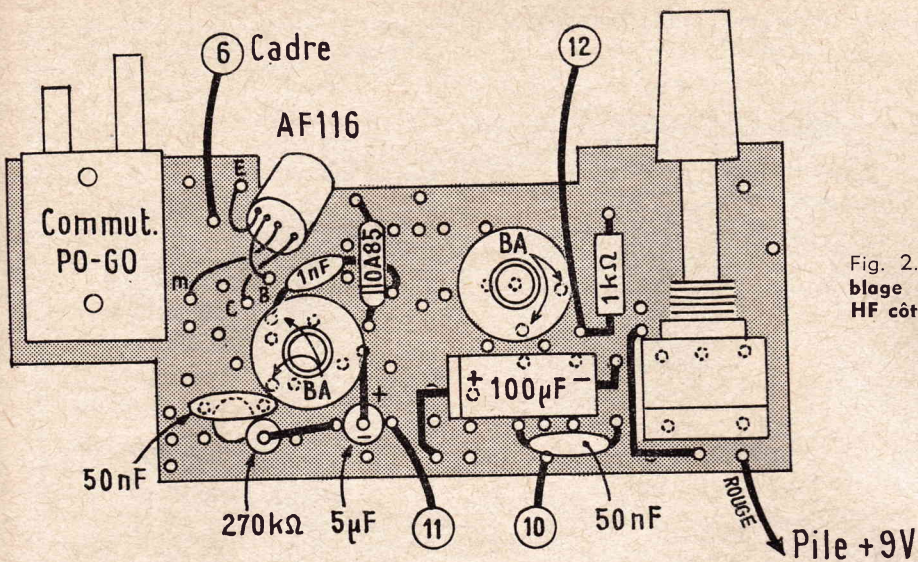
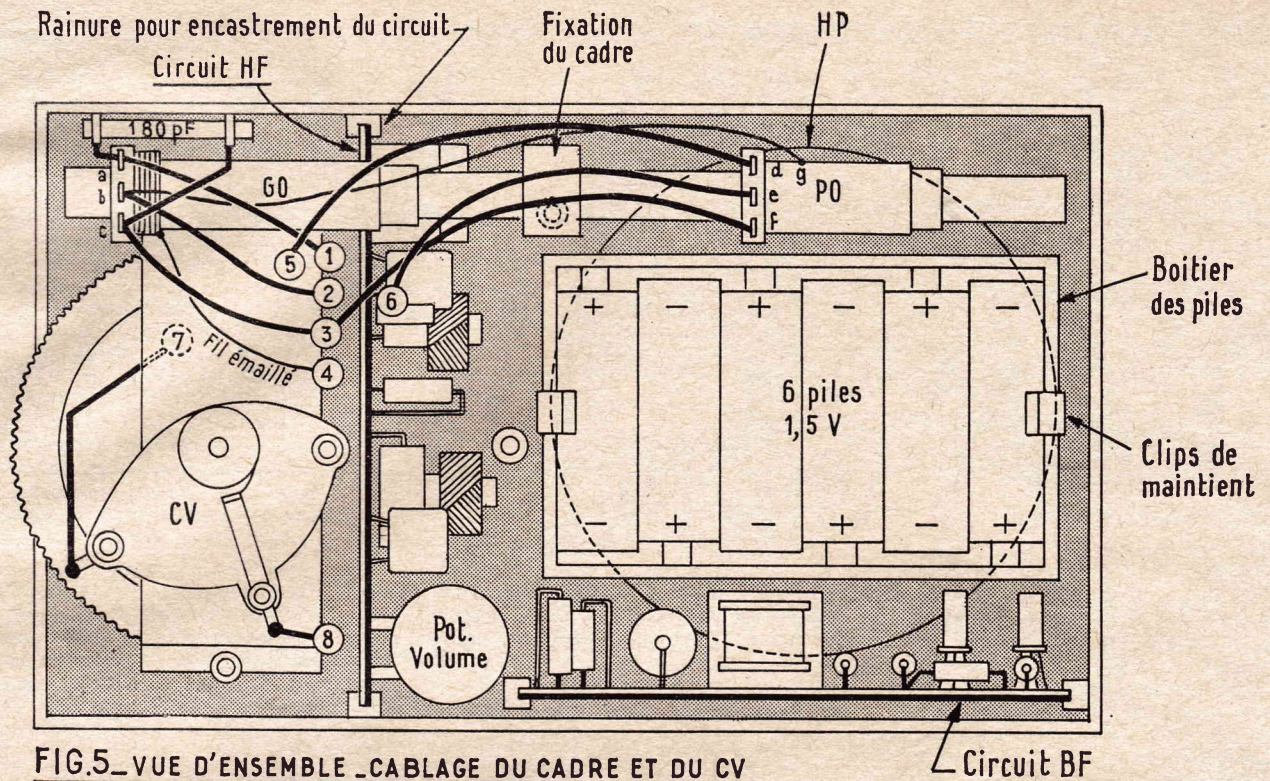

Fig. 2. — Câblage du circuit HF côté bakélite.
FIG.5 - VUE D'ENSEMBLE - CABLAGE DU CADRE ET DU CV
entre les points qui sont indiqués sur la fig. 2. Certains de ces éléments ont leurs corps placés contre la plaque de bakélite (résistance de 1 000 ohms, condensateur de 100  $\mu$ F). Les autres comme les condensateurs céramiques de 1 nF de 50 nF le condensateur de 5  $\mu$ F et la résistance de 270 000 ohms sont placés perpendiculairement par rapport au circuit imprimé. De plus pour les condensateurs de 5  $\mu$ F et de 100  $\mu$ F qui sont polarisés il faut respecter le sens que nous indiquons. Sur le plan général de la fig. 5 où les circuits imprimés apparaissent de profil on voit comment doivent être pliés et soudés les fils de ces composants. Près du potentiomètre de 10 000 ohms il faut également prévoir la connexion qui est indiquée. On pose également les 3 connexions qui sont indiquées sur la fig. 3. On termine par la pose du transistor et de la diode. Nous rappelons que pour cette dernière il est primordial de respecter le sens que nous indiquons. Enfin il faut aussi bien pour elle que pour le transistor laisser aux fils une longueur suffisante pour éviter l'échauffement des jonctions.
**Câblage du circuit HF.** — Il est indiqué par les plans des fig. 2 et 3, le premier représen-
**Assemblage des divers éléments.** — Il est donné par la fig. 5. Le coffret en matière plastique de ce récepteur est formé d'une coquille avant et d'une coquille arrière. Dans la coquille avant on fixe le haut-parleur et le CV. Ce dernier est monté par l'intermédiaire d'une plaque métallique pliée de manière à laisser le passage au bouton molleté qui serré sur l'axe du condensateur variable sert à sa manœuvre. Les deux circuits imprimés sont glissés dans des rainures prévues à l'intérieur du coffret. On pose les connexions de liaison. On relie les lampes fixes et les lampes mobiles du CV au circuit HF (connexions 7 et 8). Ces fils sont soudés côté cuivre du circuit imprimé aux points indiqués sur la fig. 3.